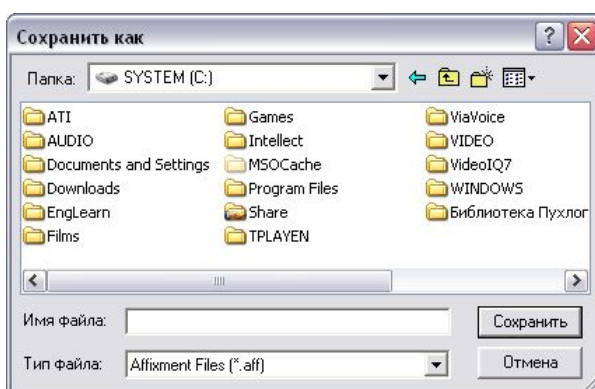

Рис. 7.5.8-2 Окно сохранения файла настроек разметки дороги
5. Нажать кнопку «Применить» (см. Рис. 7.5.8-1, 4).